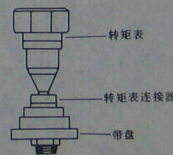

图 1-20 制动转矩检测
3) 将转矩表连接器与转矩表相连接, 并将其一起安放到带盘上, 如图 1-20 所示。但是, 应使带盘不受仪表重量的影响。